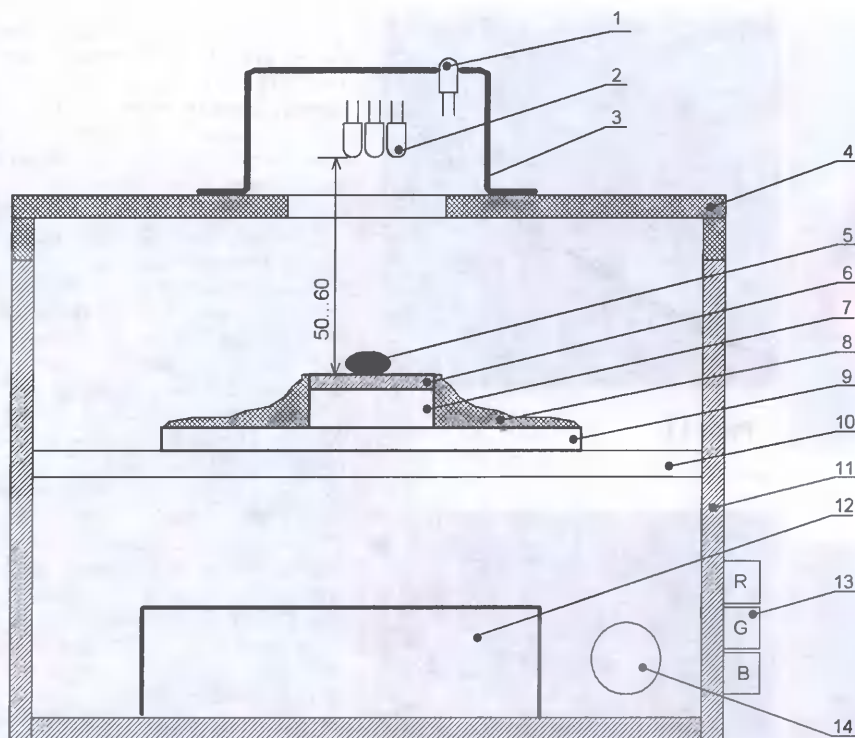
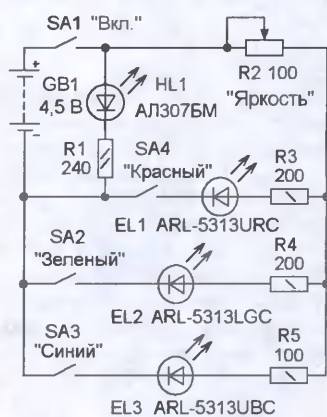

Рис. 4
Рис. 5
Конструкция микроскопа показана на **рис. 4** (без соблюдения масштаба).
Питание осветительных светодиодов (**рис. 5**) осуществляется от батареи 12 из трех последовательно соединенных гальванических элементов на напряжении 4,5 В. Включение питания осуществляют выключателем SA1, светодиод HL1 (1 на **рис. 4**) — индикаторный, расположен на защитном кожухе и сигнализирует о наличии питающего напряжения. Включение осветительных светодиодов EL1—EL3 и тем самым выбор цвета освещения осуществляют выключателями SA2—SA4 (13), расположенными на боковой стенке корпуса 11.